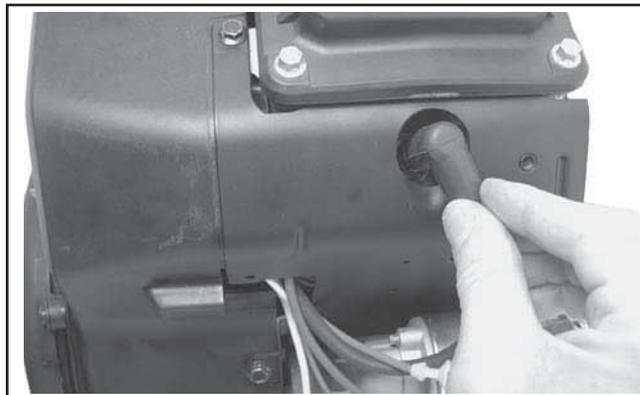

Figure 11-106. Connecter les câbles d'alimentation des bougies.
1. Connecter les câbles aux bougies. Voir la Figure 11-106.